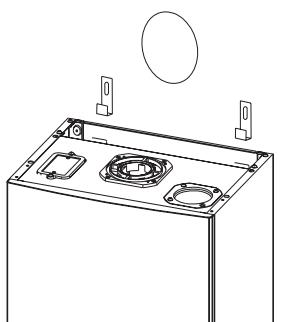

Рисунок 7.3 Установка газового котла
- Поднимите газовый котел и наденьте на кронштейны отверстиями на задней панели газового котла (смотрите рисунок 7.3);